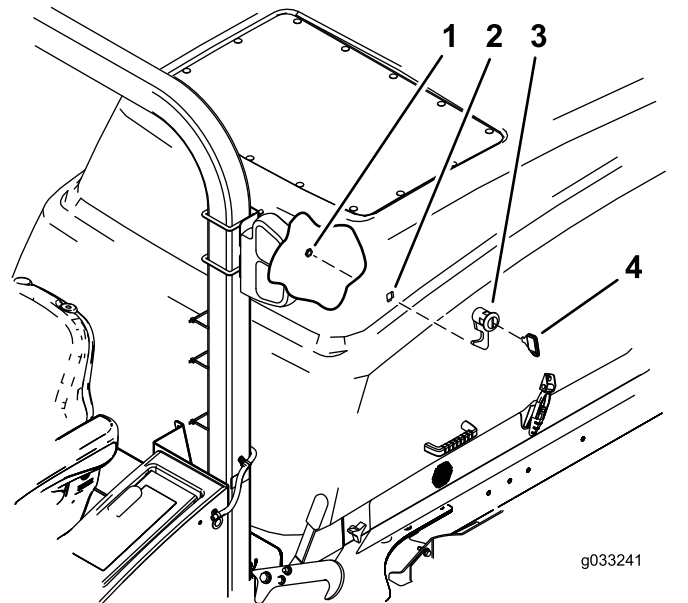

Bild 1
3. Entfernen Sie die Sicherungsmutter vom Motorhaubenriegel (**Bild 1**).
4. Setzen Sie den Sperrriegel in das Loch an der linken Seite der Motorhaube ein (**Bild 1**).